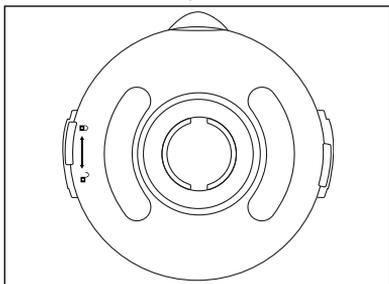

Fig. 2
- 4) Premere di nuovo saldamente il coperchio **2** sull'inserto mixer **3** in modo sfalsato. Chiudere il coperchio **2**, ruotandolo in senso orario nella posizione , fino a percepirne l'innesto (vedere Fig. 2).